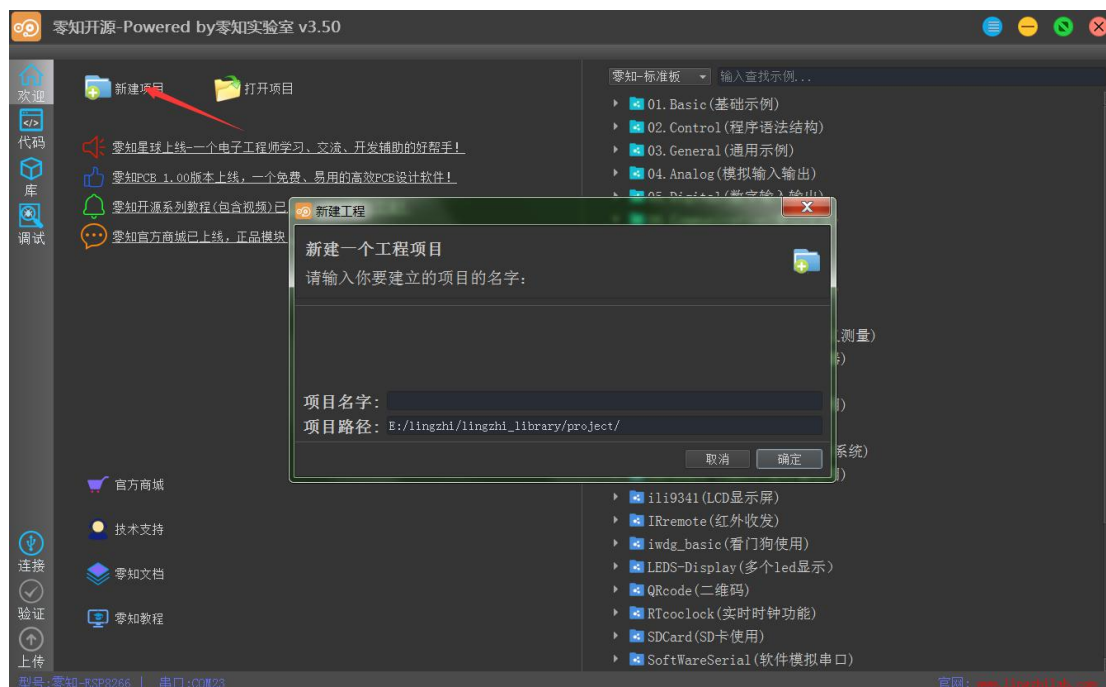

图 3-1 新建项目
① 首先，我们打开零知开源开发工具，点击新建项目，如图 3-1 所示：